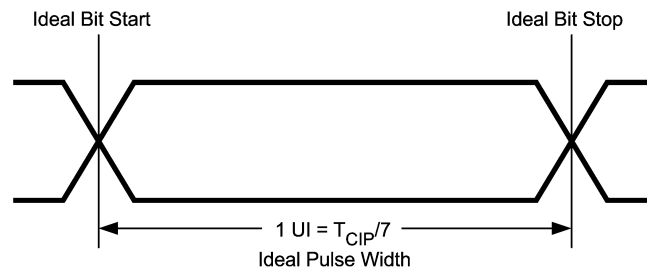

FIGURE 11. Serializer Ideal Pulse Width
**Note 7:** ユニット・インターバル (UI) は、理想クロック周期の 7 分の 1 (TCIP/7) と定義されます。例えばクロック周期が 11.76ns (85MHz) であれば、1 UI = 1.68ns (Figure 11) となります。